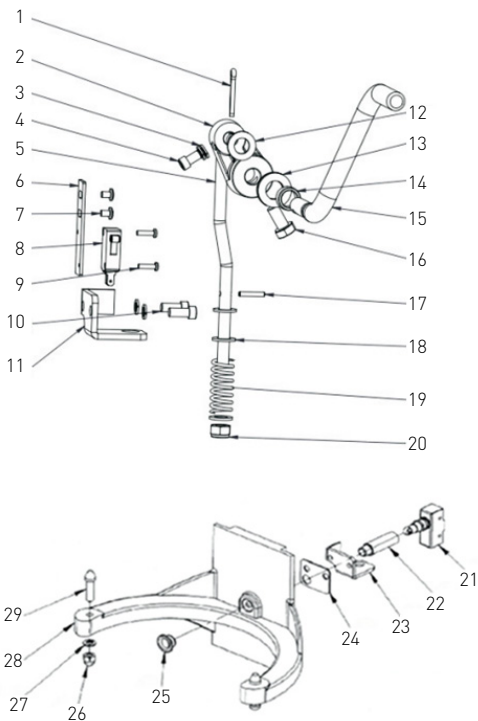

Рис. 3: Узел подъема чаши
- Узел подъема чаши (Рис. 3);
Список деталей устройства, указанных на Рис. 3